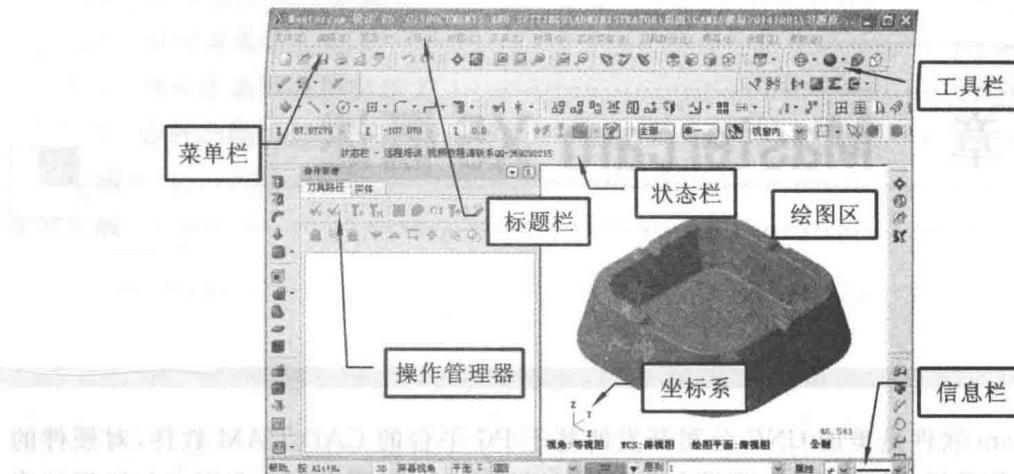

图 1.1 Mastercam X5 的操作界面
(1) 选择【开始】→【程序】→【Mastercam X5】→【Mastercam X5】命令;
(2) 在桌面上双击 Mastercam 的快捷方式图标 , 弹出如图 1.1 所示的 Mastercam X5 的操作界面。